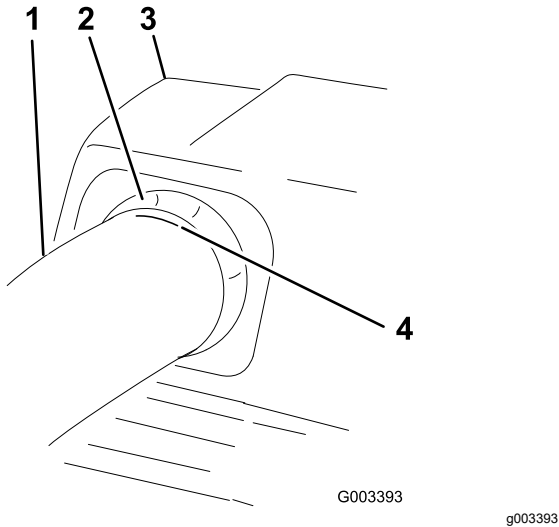

Bild 25
7. Wenn Sie einen Abstand von 19 mm haben, markieren Sie das obere Rohr außen an der Stelle, an der die Gummidichtung hervorsteht (**Bild 25**).
11. Stellen Sie sicher, dass die Markierung von Bild 25 noch vorhanden ist.